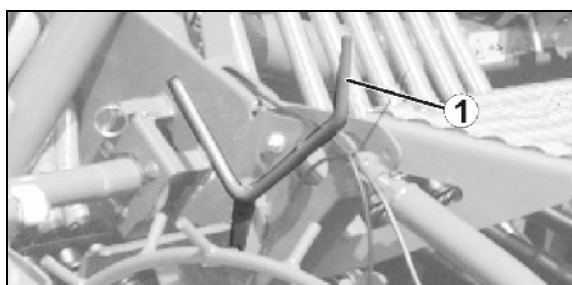

Fig. 118
- 2 Sett avdreiningssveiven (Fig. 118/1) i transportholderen.